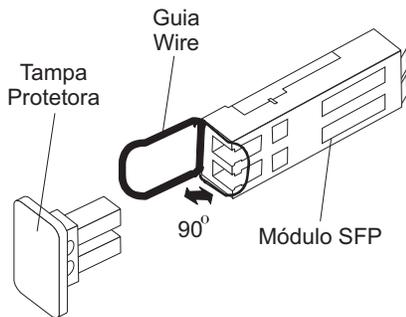

Figura 24. Instalando um Módulo SFP na Porta do Host
4. Insira o módulo SFP na porta do host até que se encaixe no lugar. Consulte Figura 24.